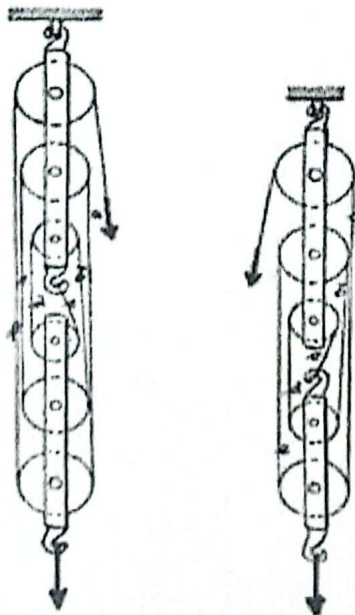

Figure 4 : Machines simples à plusieurs poulies
3. Pour les machines simples (figure 4) :
- Reproduire le schéma en indiquant la force à appliquer (F) et le poids (P) de la charge.
- Quelle est la relation entre la force à appliquer (F) et le poids (P) de la charge dans chacun des cas ?